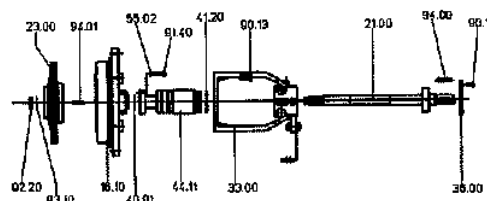

Figura 2
4. Svitare il dado dell'albero 92.20 e togliere la rondella di sicurezza 93.10 (Figura 2).